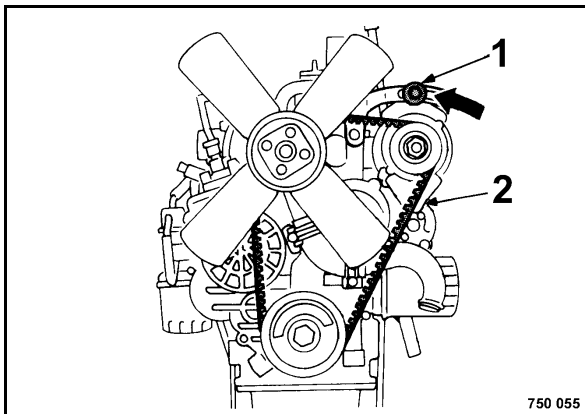

Fig. 103
- Allentare leggermente le viti di fissaggio 1 e 2 (Fig. 103).